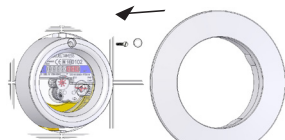

Bild 9 (Verplombung Unterputz)
- Zylinder auf das Zählwerk aufsetzen und mittels beiliegender Plombierschraube sichern. Benutzerplombe Zylinder fest in die vorhandene Bohrung eindrücken, Rosette aufsetzen (Bild 9).